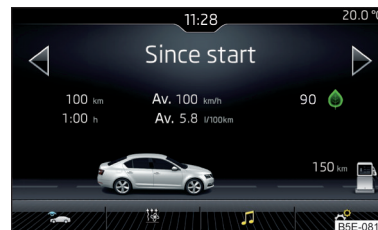

Abb. 239
- Die Taste/das Sensorfeld  →  antippen, es wird das Hauptmenü mit den folgenden Funktionsflächen angezeigt » Abb. 239.